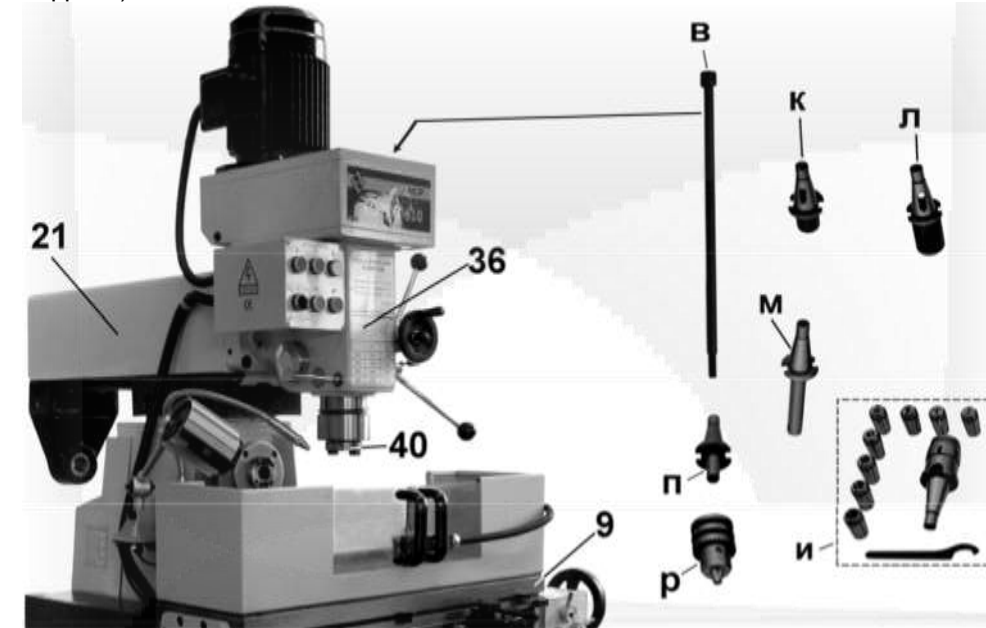

Рис. 13
9.4.7. На Рис.13 показан фрезерный станок для фрезерной обработки вертикальным шпинделем (40).